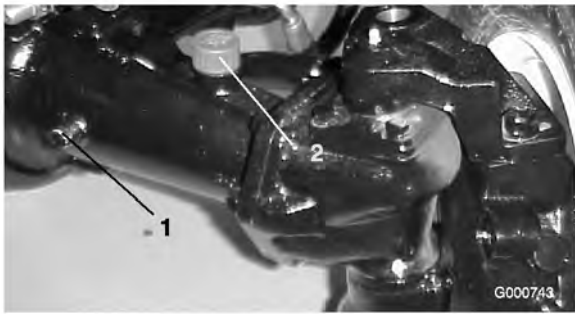

図 56
2. アクスルの一方の端部から点検用プラグ (図 56) を抜き、穴の高さまで潤滑油があることを確認する。量が不足の場合は、給油プラグ (図 56) をはずして補給する。